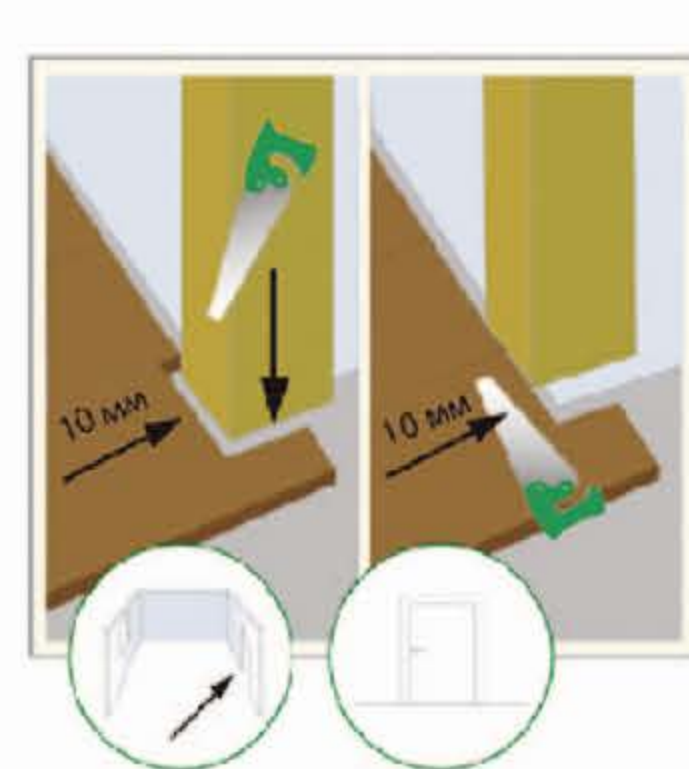

Рисунок 18
19. При ремонте дверные коробки необходимо устанавливать в самую последнюю очередь. Если у Вас уже установлены дверные коробки, то необходимо сделать подпил таким образом, чтобы на ламинат не оказывалось давление и не было жесткого крепления к основанию. (см. рис. 18)